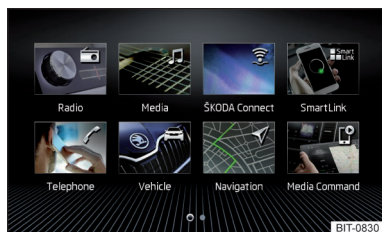
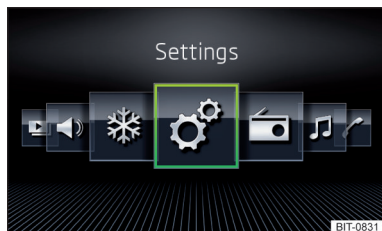

Fig. 173
Fig. 174
- ▶ Seleccionar la opción **Visualiz. reticular** » fig. 173 o **Visualiz. horizontal** » fig. 174.